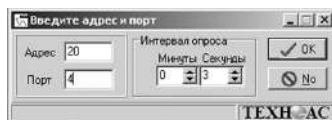

рис.25
- Программа выведет диалоговое окно (рис.25), в котором следует указать адрес прибора, COM-порт и интервал опроса. Минимальный интервал равен 3 с на каждый прибор (в случае сетевого подключения) максимальный - 60 мин. Нажать на кнопку OK.